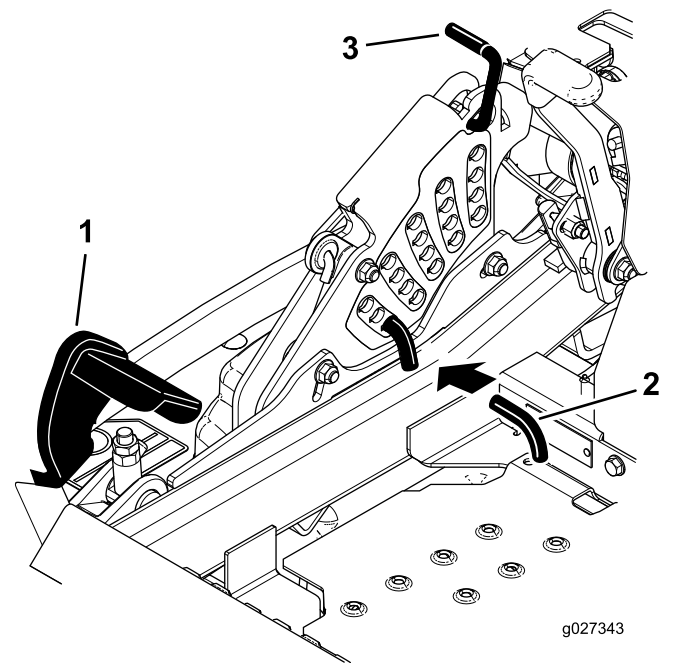

Figura 93
5. Empuje el pedal de elevación de la carcasa hacia delante del todo, hasta que la carcasa se enganche en la posición de transporte de 14 cm (Figura 93).